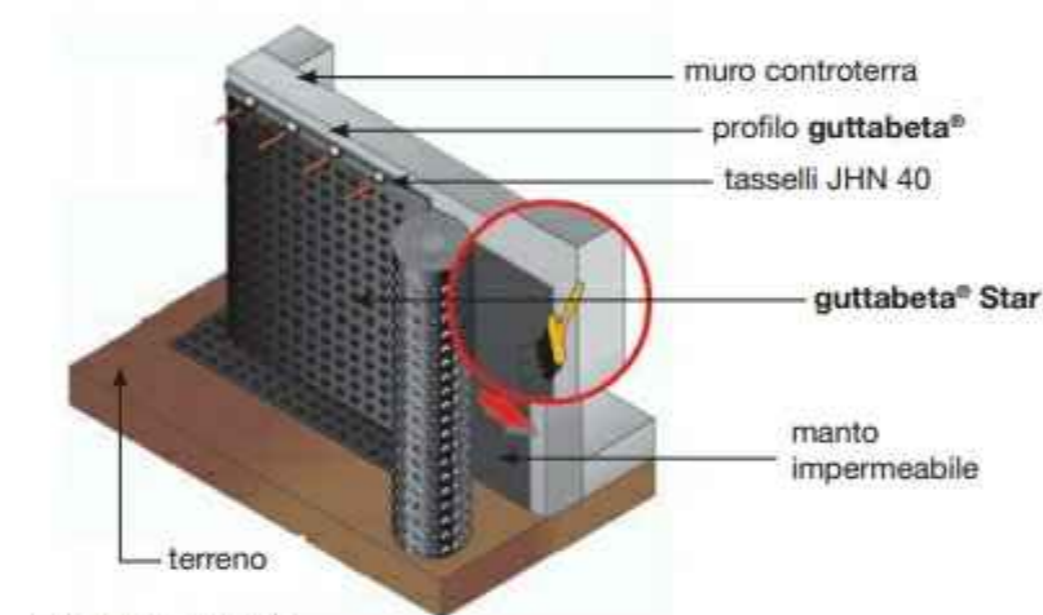

Fig. 1 Posa verticale
**Posa a protezione dei muri controterra (fig. 1)**